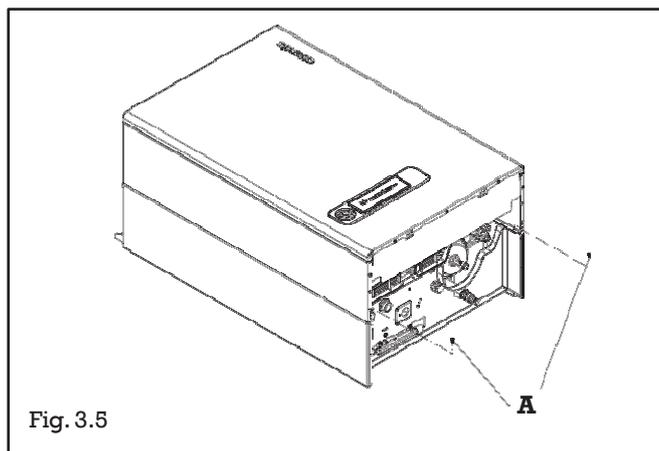

Fig. 3.5
- Togliere il rivestimento della caldaia (2 viti A nella parte bassa del rivestimento) (fig. 3.5)